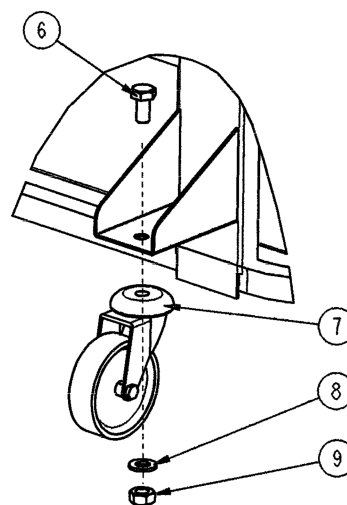

Fig. 2
- Insert screw (6) on the fixation flat; insert swivelling wheel (7), washer (8), and nut (9) below the fixation flat (Fig. 2).
- Insertar el tornillo (6) sobre la pletina de fijación; colocar después la rueda giratoria (7), la arandela (8), y la tuerca hexagonal (9) por debajo de la pletina de fijación (Fig. 2).
- Introduire la vis (6) sur la platine de fixation; introduire ensuite la roue pivotante (7), la rondelle (8) et l'écrou (9) sous la platine de fixation (Fig. 2).